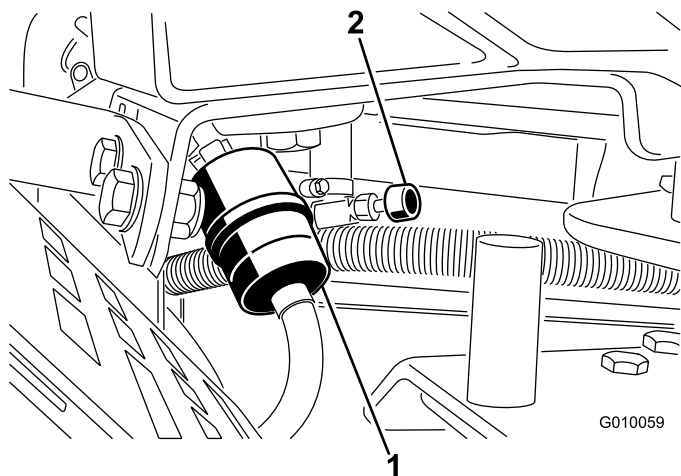

Bild 51
2. Schließen Sie den Kraftstoffhahn (Bild 51).
3. Drücken Sie die Enden der Schlauchklemmen zusammen und schieben Sie sie vom Filter weg (Bild 51).
5. Setzen Sie einen neuen Filter ein und schieben Sie die Schlauchklemmen an den Filter heran (Bild 51).
7. Öffnen Sie den Kraftstoffhahn (Bild 51).
3. Lockern Sie die Schlauchklemme am Kraftstofffilter und schieben Sie sie an der Kraftstoffleitung weg vom Kraftstofffilter (Bild 51).
4. Ziehen Sie die Kraftstoffleitung vom Filter (Bild 51). Öffnen Sie den Kraftstoffhahn und lassen Sie den Kraftstoff in einen Benzinkanister oder ein Auffanggefäß ablaufen.
5. Bringen Sie die Kraftstoffleitung am -filter an. Schieben Sie die Schlauchklemme ganz an den Kraftstofffilter heran, um die Kraftstoffleitung zu befestigen (Bild 51).